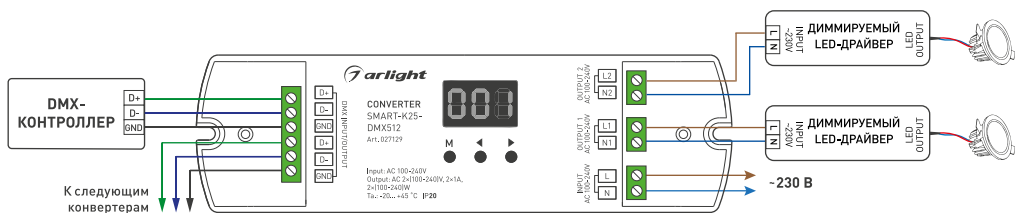

Рисунок 1. Подключение конвертера SMART-K25-DMX
- 3.2. Подключите конвертер согласно схеме (рисунок 1).